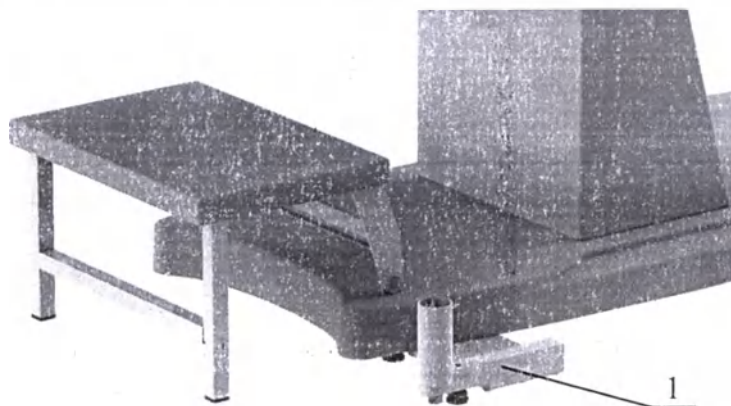

Рисунок 8. Держатель кольпоскопа.
8. Держатель кольпоскопа. (Рисунок 8). Для крепления кольпоскопа используется специальный держатель. Он может быть установлен с любой стороны кресла.